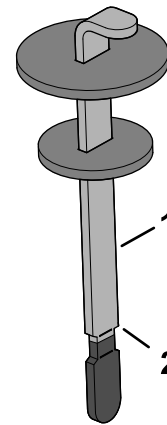

Figura 169
4. Togliete l'asta di livello dal collo del bocchettone e pulitela strofinando con un panno pulito. Inserite l'asta di livello nel collo del bocchettone, quindi estraetela e controllate il livello del fluido. Il livello del fluido deve essere pari alla tacca sull'asta di livello (Figura 169).